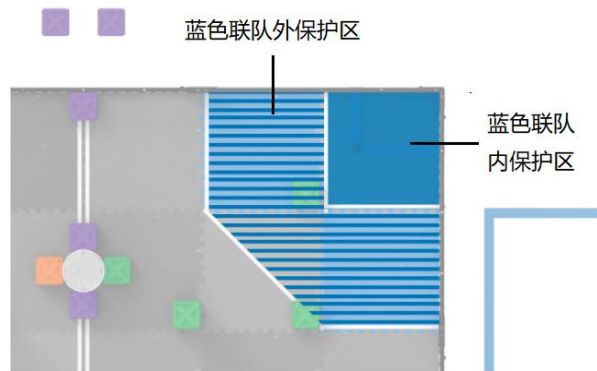

图5 标出保护区的场地一角特写
**保护区**—比赛场地上，由外保护区和内保护区组成的区域，见图5。在保护区内，对方机器人的作用是受到限制的。详见6.5.3.14。